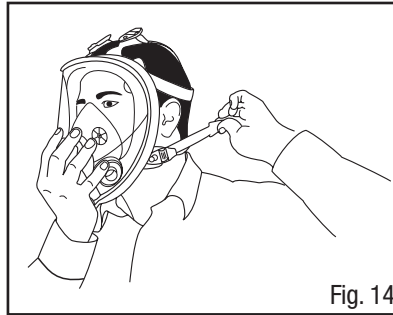

Fig. 14
4. Apriete las bandas inferiores, una a la vez. Fijese que ambos lados queden igual de justos (Fig. 14).